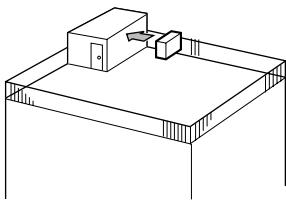

Fig. 2-2
- ① Rikta luftutbläset mot närmaste vägg, cirka 50 cm från väggen. (Fig. 2-2)